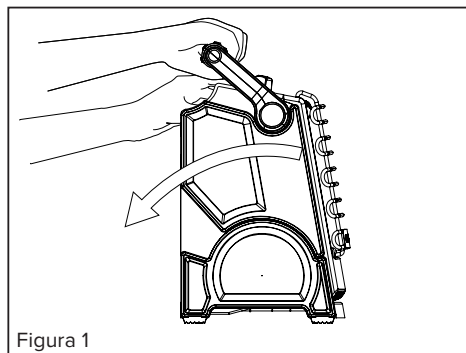

Figura 1
- Desde la parte de atrás del calentador (en el lado opuesto a las placas de calor y la protección) coloque una mano en la parte superior del lado de atrás del calentador y una mano en el asa; vea la Figura 1.